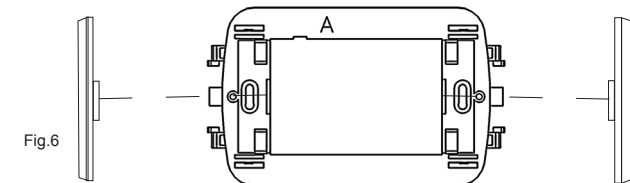

Fig.6
N.B. Nel caso in cui si debbano montare placche AVE serie Banquise o serie Noir; VIMAR serie Idea o Rondò; BTICINO serie Matix, inserire nelle apposite fessure laterali le adeguate "Barrette coprifori" in dotazione (Fig.6).